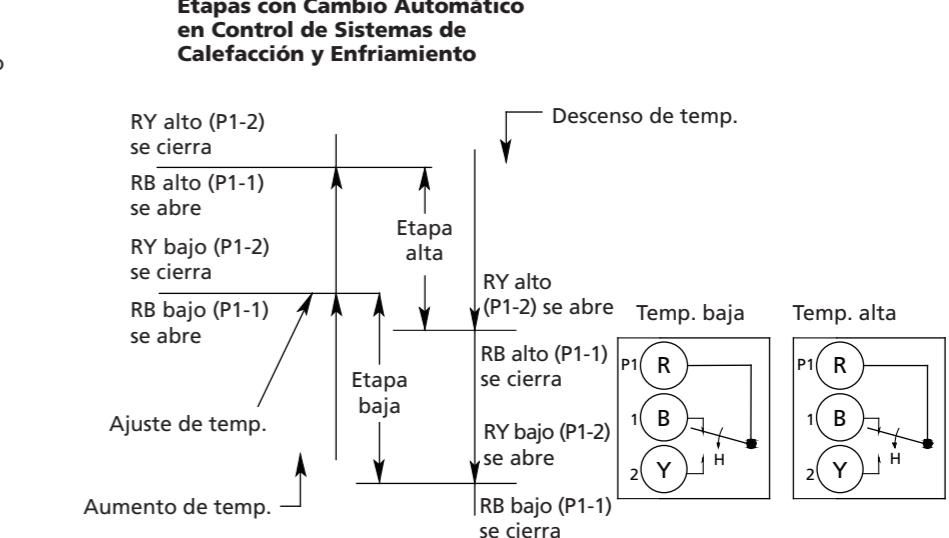

Figura 8 – Secuencia Operativa de Termostatos SPDT/SPDT de Dos Etapas
La Figura 8 muestra el funcionamiento de termostatos con interrupción SPDT/SPDT de 2 etapas. Si la temperatura aumenta al ajuste de la perilla, el circuito entre R (P1) e Y (2) del interruptor de etapa baja (RYL) se cierra. Simultáneamente, el circuito entre R (P1) y B (1) (RBL) se abre.